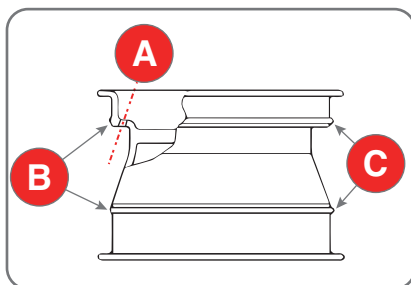

Fig. 6.3
**Ruote ad alte prestazioni (curvatura asimmetrica)** - (Fig.6.3.) Alcune ruote europee presentano cerchi con curvature molto accentuate (C), eccetto in corrispondenza del foro della valvola (A) sul quale lato la curvatura è più leggera (B). Su queste ruote la stallonatura deve essere eseguita inizialmente in corrispondenza del foro della valvola sia sul lato superiore che sul lato inferiore.